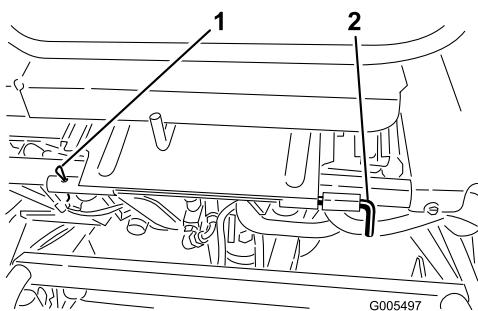

Figura 33
3. Baixe o banco e retire o contrapino que prende a haste de articulação do banco à estrutura (Figura 33).